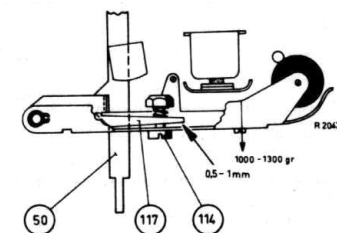

Fig. 24
- Tussen de bedieningsbeugel 117 van de drukrolhefboom en de drukrolhefboom moet een ruimte zijn van 0,5 - 1 mm, zie fig. 24. Eventueel instellen door verbuigen van de verticale lip van bedieningsbeugel 117, die in de uitsparing van startstrip 50 valt.
- De drukrol moet met een kracht van 1000-1300 gram tegen de toonas gedrukt worden, zie fig. 24. Hiervoor zorgt drukveer 118. Eventueel in te stellen door drukveer 118 meer of minder voorspanning te geven met behulp van schroef 114.